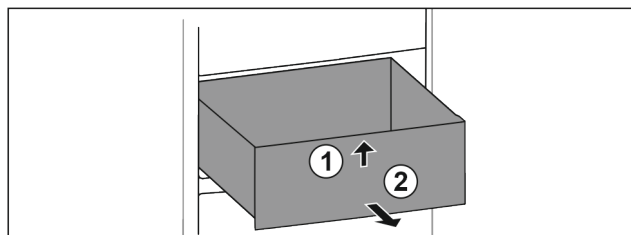

Fig. 13
- ▶ Aan voorzijde optillen Fig. 13 (1).
- ▶ Er naar voren toe uithalen Fig. 13 (2).